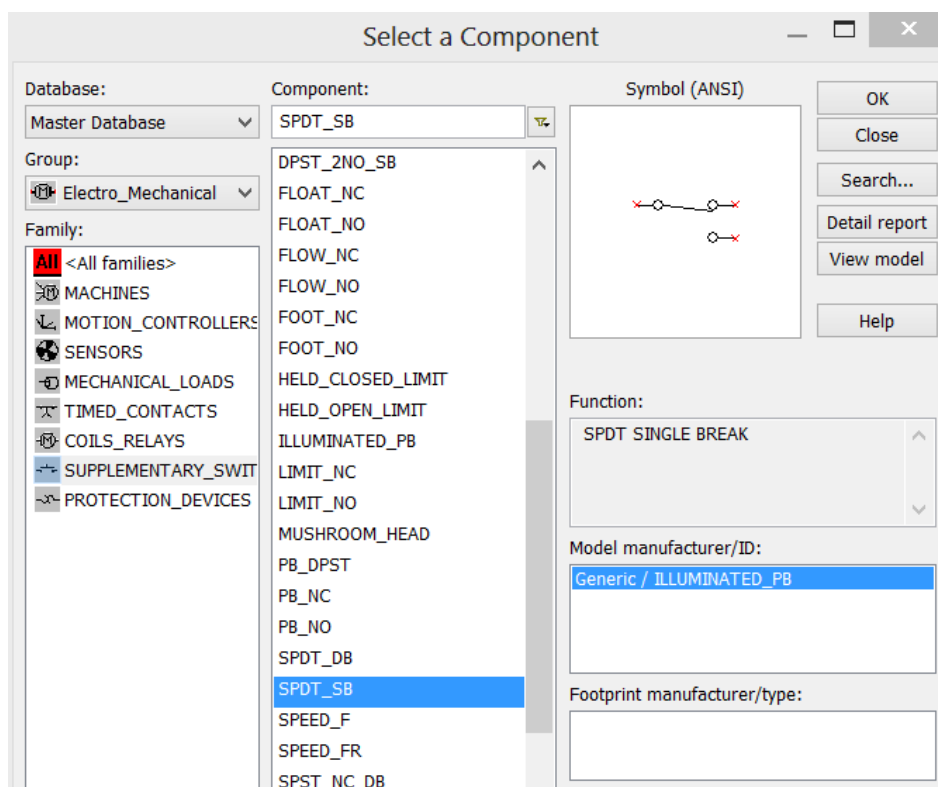

Рис. 6 – Диалоговое окно Component Browser
- Выбрать кнопку **SUPPLEMENTARY_CONTACTS**. Откроется диалоговое окно **Component Browser** (рис. 6).
- В окне просмотра (рис. 6) **Component Name List** выбрать компонент **SPDT_SB** и поместить два образца этого компонента на схему.